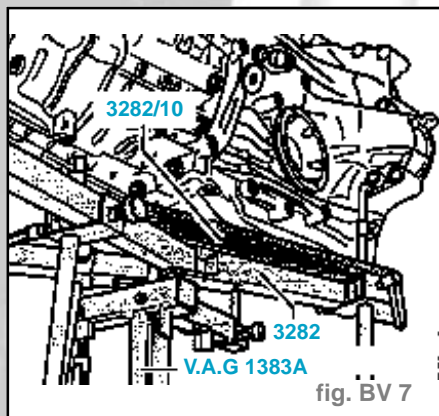

fig. BV 7
- Placer le lève-boîte sous le véhicule. La flèche **-B-** sur la plaque d'ajustage doit être dirigée dans le sens de la marche du véhicule (fig. BV 7).